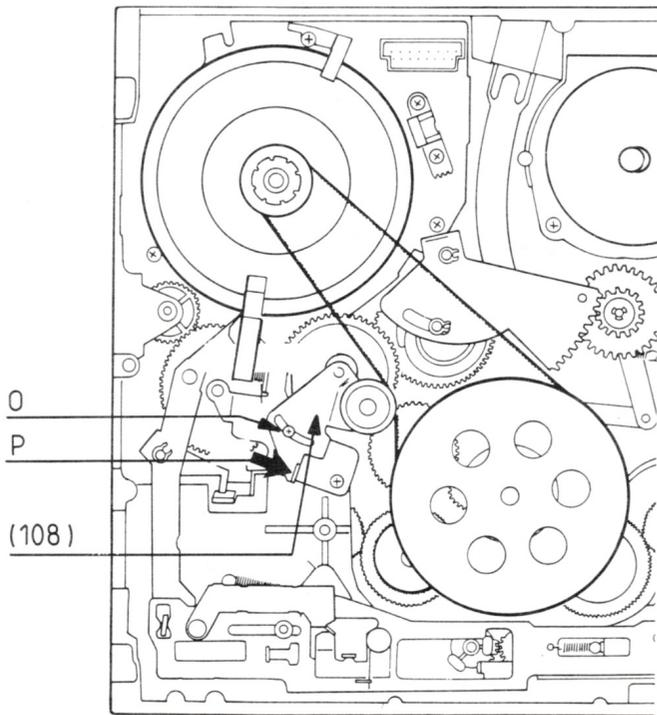

Fig. 14
- Desserrer la vis «O» (Fig.14)
- Appliquer le dynamomètre au point P et déplacer l'ensemble tendeur (108) dans la direction de la flèche.